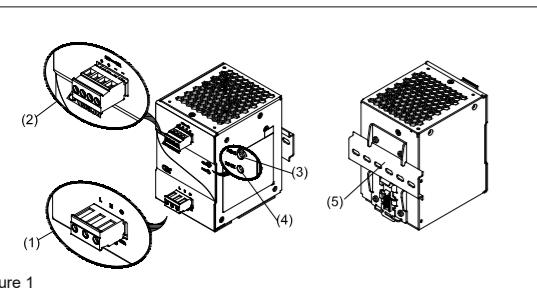

Figure 1
2. Gerätbeschreibung (Abb. 1)
5.1. Anschluss der Eingangsklemmen (Abb. 1 (1), Abb. 6)
5.2. Anschluss der Ausgangsklemmen (Abb. 1 (2))
Verwenden Sie die Schraubklemmen „+“ und „-“, um den 24Vdc-Anschluss herzustellen. Am Ausgang stehen 24Vdc zur Verfügung. Die Ausgangsspannung kann am Potentiometer zwischen 24 und 28Vdc eingestellt werden. Die grüne LED „DC OK“ zeigt die korrekte Funktion des Ausgangs an (Abb. 1 (4)). Das Gerät verfügt über einen Kurzschluss-, Überlast- und Überspannungsschutz, der auf 35Vdc begrenzt ist.
2. Description de l'appareil (Fig. 1)